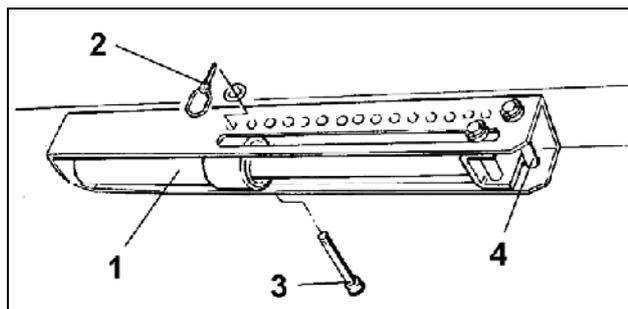

Fig. 87
La profondeur d'implantation du semis est déterminée par la pression d'enterrage des socs, par la vitesse d'avancement et par les conditions du sol. Le semoir est fourni de série avec réglage centralisé, permettant d'obtenir l'enterrage souhaité et homogène pour tous les socs. (Fig. 87)
Deux axes (Fig. 87/3 et Fig. 87/4), brochés dans la grille de réglage, servent de butée au vérin hydraulique (Fig. 87/1). La butée du vérin hydraulique s'appuie contre l'axe (Fig. 87/3), lorsque le vérin est en échappement et contre l'axe (Fig. 87/4) lorsque le vérin est en pression.
- Mettez le vérin en pression (Fig. 87/1).
- Introduisez l'axe (Fig. 87/3) dans l'un des trous de la grille de réglage et goupillez le en sécurité avec une goupille agricole (Fig. 87/2).